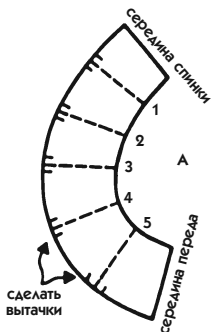
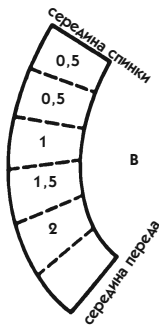

Рис. 403
Рис. 404
- разделите каждое лекало на 6 равных частей, как на рис. 403.
3. **Воротник, слегка отстающий от шеи.** На одном из 2 лекал укажите по обе стороны от проведенных линий глубину вытачек (рис. 403), которые предстоит сделать в соответствии с цифрами, указанными на рис. 404. Заметьте, что, начиная от середины спинки, распах вытачек возрастает (см. цифры на рис. 404 возле закрытых вытачек), а форма лекала благодаря закрытию вытачек становится менее изогнутой.